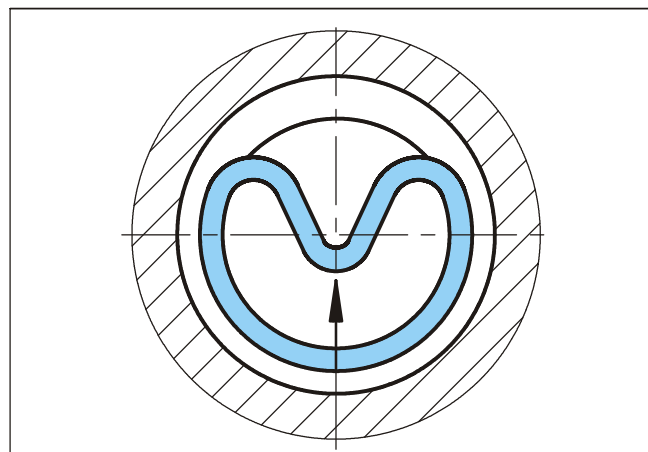
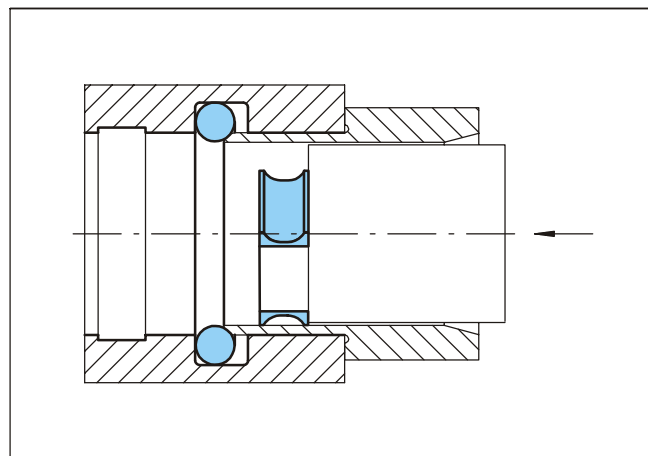

Рисунок 11 Установка уплотнения в закрытую канавку
Рисунок 12 Установка с применением монтажной втулки
- Установите деформированное в форме почки уплотнение в канавку и рукой надавите в направлении стрелки, как показано на Рис. 11. Для размеров меньше чем 30 мм рекомендуется применять монтажную втулку (Рис. 12).